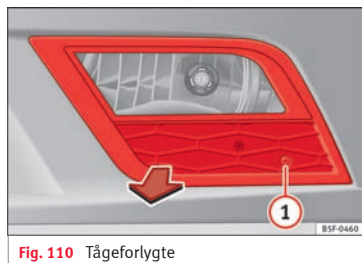

Fig. 110 Tågeforlygte
- Skru skruen » **Fig. 110** ① ud af tågeforlygtens gitter ved hjælp af en skruetrækker.